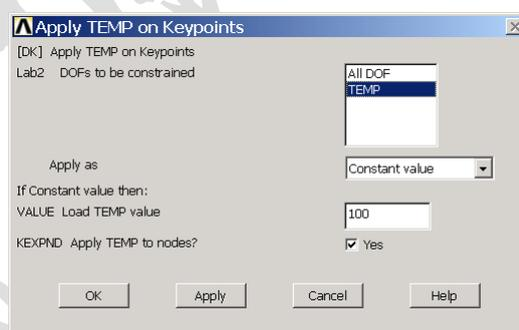

图4.86 定义温度荷载
(8) 单击 Main Menu>Preprocessor>Loads>Define Loads>Apply>Thermal>Temperature >On Keypoints 菜单, 选择关键点 1 和 2, 然后弹出如图 4.86 所示的对话框。在【DOFs to be constrained】列表框中选中【TEMP】选项, 并在【Load TEMP value】文本框中输入“100”, 确认【Apply TEMP to nodes】后面【Yes】复选框选中, 单击【OK】按钮。